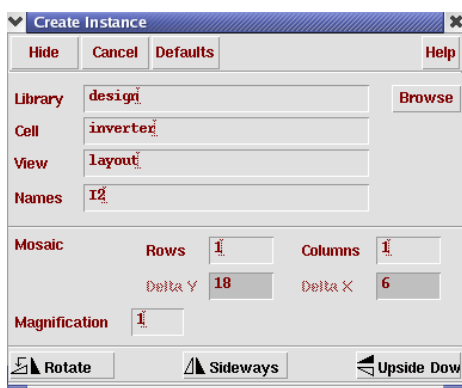

图 9.4 Create Instance 窗口
- ① 在版图设计窗口中, 选择 Create→Instance[i], 在 Create Instance 窗口中, 改变设置如图 9.4 所示。
- ② 分别在 X=0、Y=0, X=6.0、Y=0, X=20.0、Y=0 的三个位置上添加 Inverter 单元版图: Inverter1、Inverter2 和 Inverter3。
- ③ 在 Create Instance 窗口中, 改变 Cell 的名称为 nand2, 其余设置不变。
- ④ 在 X=12.0、Y=0 的位置上添加 nand2 单元版图。
- ⑤ 步骤②、③、④中, 对单元版图的添加, 也可以在 CIW 窗口中, 分别输入如下: